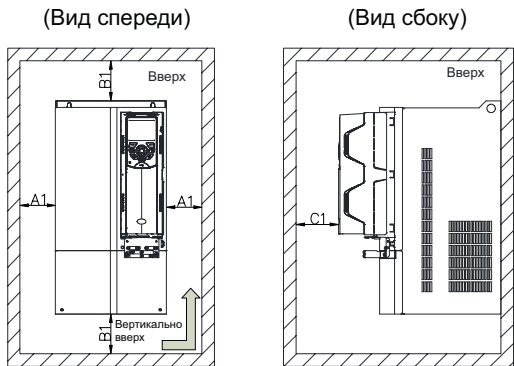

Рис. 2-3 Свободное пространство для монтажа одиночного привода переменного тока (конструкции T2 - T9)
- ◆ Предусмотреть свободное пространство для монтажа, как указано на рис. 2-3, чтобы обеспечить достаточное пространство для отвода теплоты, выделяемой преобразователем частоты. Учитывать рассеивание тепла другим оборудованием, расположенным в шкафу.